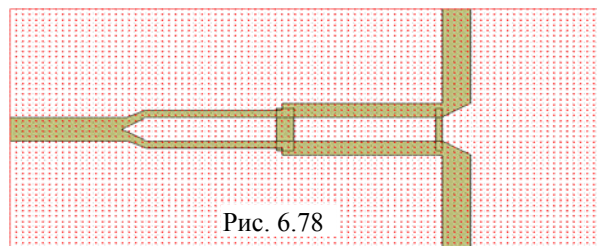

Рис. 6.78
7. В Microwave Office имеется опция, которая позволяет объединить все элементы топологии в один элемент в процессе экспорта. В нашем случае нежелательно объединять элементы проводников и резисторов делителя. Поэтому эту функцию необходимо отключить. Можно объединить проводники делителя, но это нужно сделать до экспорта структуры. Нажмите клавишу **Shift** и щёлкните мышкой поочередно по всем проводникам делителя, чтобы выделить их. Затем щёлкните по значку **Union** на панели инструментов. Топология будет иметь вид рис. 6.78.